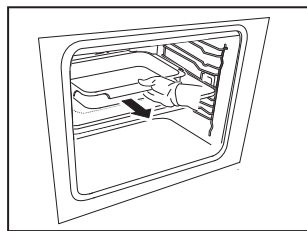

Fig. 1
1. Utilizando ambas manos, coja el asa delantera y retire en parte el recipiente de cocción (Fig. 1).